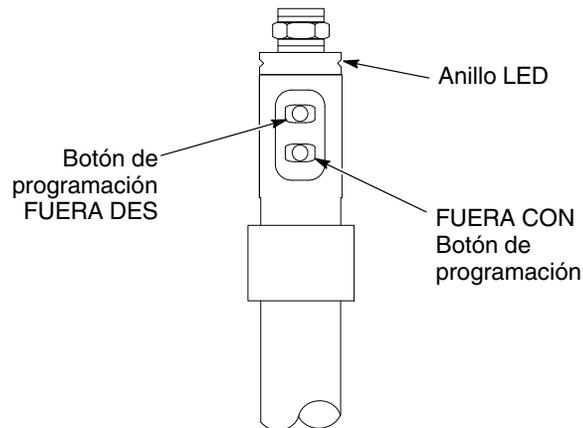

Figura 4-28 Programación de la sonda del sensor de nivel de dos botones
3. Ver la figura 4-28. Pulsar el botón de programación FUERA DES hasta que el anillo LED parpadee lentamente en amarillo.
2. Ver la figura 4-28. Pulsar el botón de programación FUERA CON hasta que el anillo de LED pase de parpadear lentamente a parpadear de forma rápida.